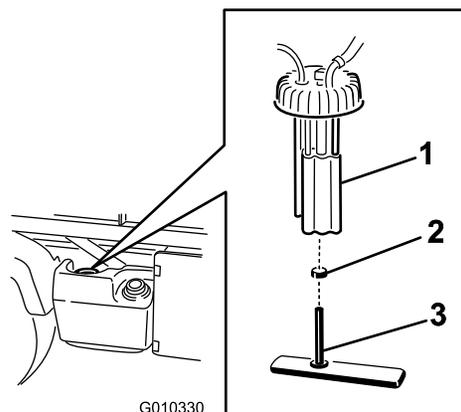

Рисунок 48
2. Отсоедините разъемы жгута проводов от топливного насоса (Рисунок 48).
3. Ослабьте зажим шланга и отсоедините топливный трубопровод от крышки топливного насоса (Рисунок 48).
4. Снимите крышку топливного насоса с верхней части топливного бака (Рисунок 48).
5. Извлеките из топливного бака узел топливного насоса и топливный фильтр (Рисунок 48).
7. Отсоедините шланг от штуцера (Рисунок 48).